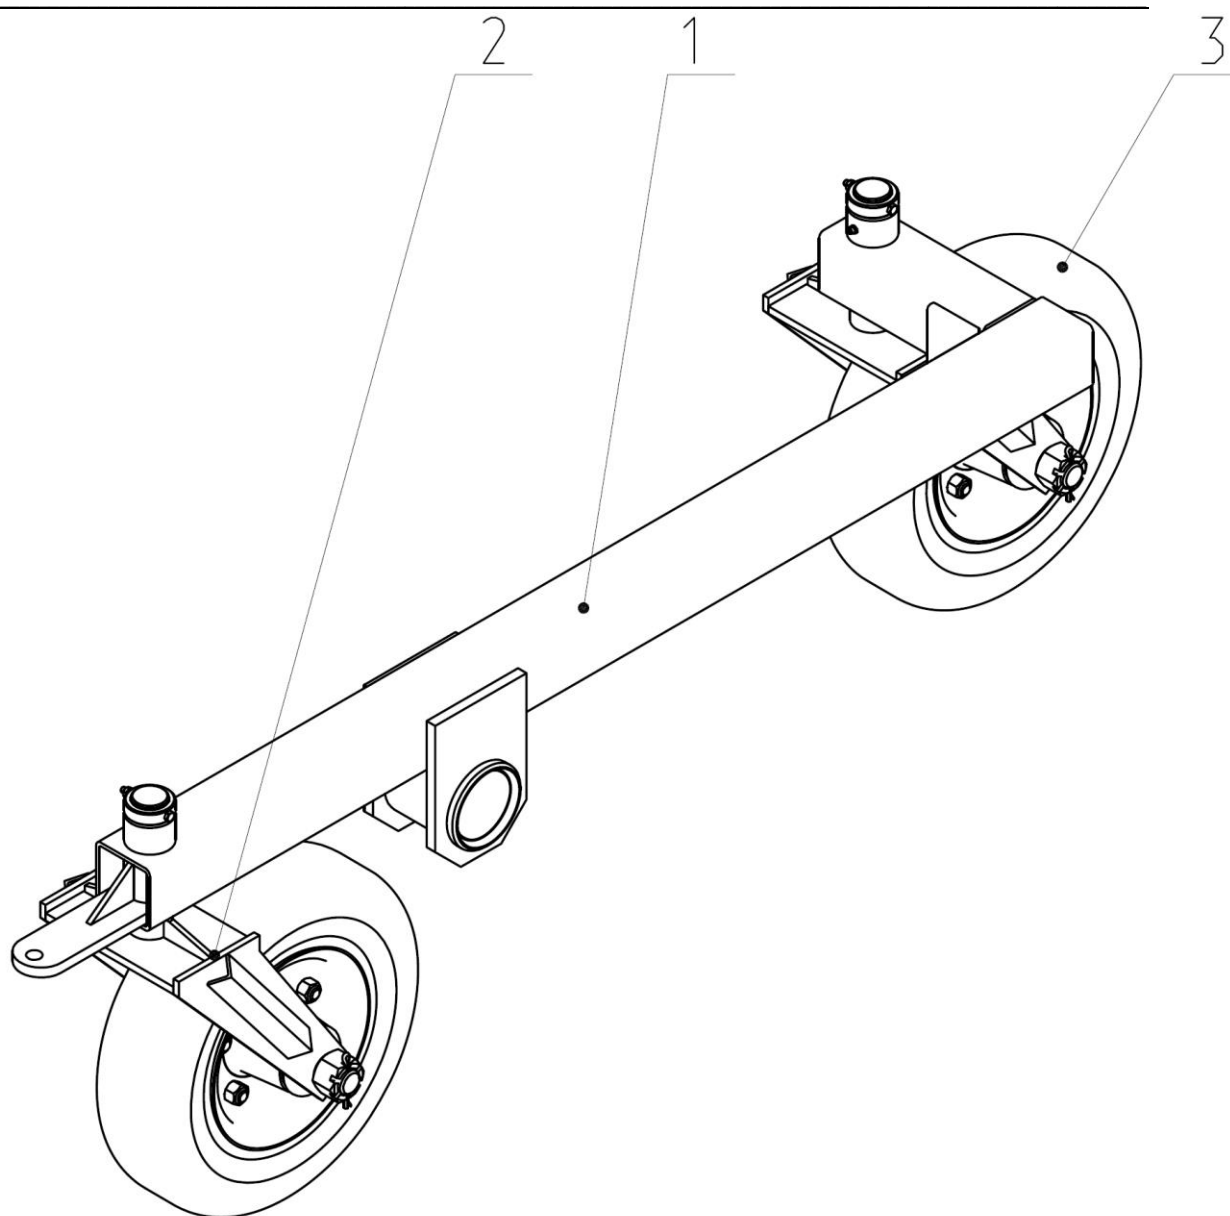

Рис.13. ЛДГ 03.010 Колесная пара.
2.28. Колесная пара ЛДГ 03.010 правая (Рис. 13) является опорной частью правого бруса и служит для передвижения бруса вместе с луцильником.